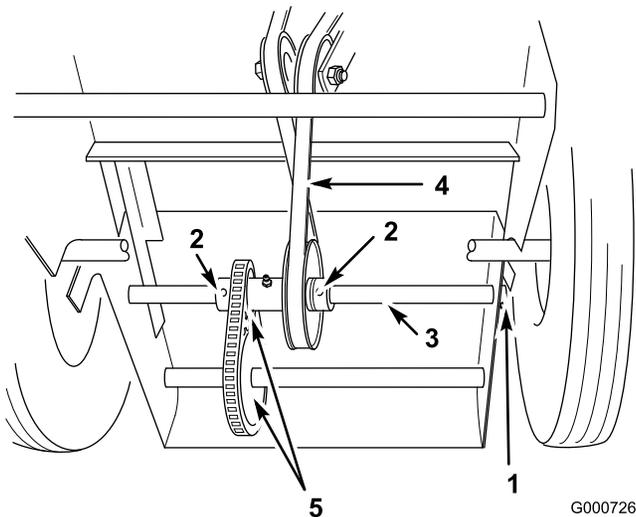

Figure 37
- Retirez la goupille fendue au bout de l'arbre de transmission, desserrez la vis de chaque collier, puis tapez sur l'arbre pour le déplacer assez loin sur la gauche et permettre ainsi l'installation de la courroie (Figure 37).
15. Installez la courroie autour de la poulie de l'arbre de transmission (Figure 37).
Important: La courroie doit être installée comme illustré à la Figure 37 sinon la transmission aux roues se fera en sens inverse.
16. Ramenez l'arbre à sa position d'origine, puis fixez les colliers avec les vis et l'arbre avec la goupille fendue (Figure 37).
17. Assurez-vous que les pignons sont alignés correctement (Figure 37).